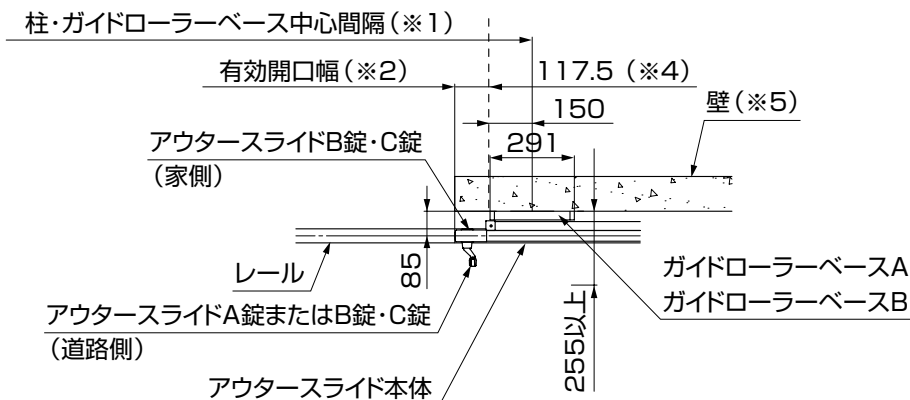

図1-10
- アウトースライドB錠またはC錠を使用する場合は、壁の位置を有効開口幅に合わせることができます。(※4)(図1-10参照)